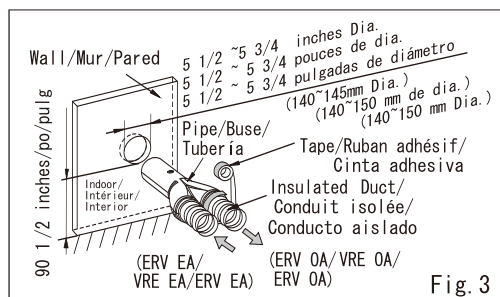

Fig. 3
- (3) Cut or drill a hole (5 1/2 ~ 5 3/4 inches Dia.) through the wall. The hole must be at a minimum distance of 90 1/2 inches from the floor. (Fig. 3)
Coupez ou percez un trou (5 1/2 ~ 5 3/4 pouces de Dia.) dans le mur. Le trou doit être à une distance minimale de 90 1/2 pouces du sol. (fig. 3)
Corte o taladre un hueco (de 5 1/2 ~ 5 3/4 pulgadas de diámetro) a través de la pared. El hueco debe estar a una distancia mínima de 90 1/2 pulgadas del suelo. (Fig. 3)
- (4) Use insulated duct (4 inches Dia.) to connect the Adaptor of the Pipe and the ERV. Then secure with UL181A certified pressure sensitive tape or mastics. (Fig. 3)
Utiliser un conduit isolé (4 pouces de dia.) pour connecter l'adaptateur de la buse et le VRE. Puis sécurisez avec un ruban adhésif ou mastic sensible à la pression certifié UL181A. (fig. 3)
Use un conducto aislado (4 pulgadas de diámetro) para conectar el Adaptador de la Tubería al Ventilador para Recuperación de Energía. Después asegure una cinta adhesiva certificada sensible a la presión UL181A o masilla. (Fig. 3)